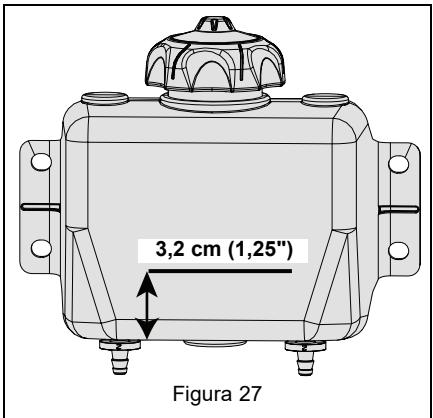

Figura 27
2. Controllare il livello dell'olio nei serbatoi di espansione. Nel serbatoio di espansione devono essere presenti circa 3,2 cm (1,25") di olio oppure riempire fino alla tacca sul serbatoio. Vedere Figura 27.
- Riempire il serbatoio di espansione con fluido di trasmissione Mammoth (Ariens P/N 00078500) fino a quando l'olio non raggiunge il livello di riempimento a freddo indicato in Figura 27.